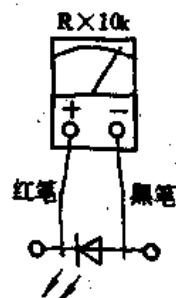

图6-32 万用表测量发光二极管好坏
(1) 测量正反向电阻。如图6-32所示，万用表拨至 $R\times 10k$ 档，若正向电阻低于 $50k\Omega$ 、反向电阻大于 $350k\Omega$ ，表明发光二极管是好的；若正反向电阻均为无穷大，表明发光二极管内部已开路；若正反向电阻均为零，表明发光二极管内部已击穿短路。测量正向电阻时，万用表黑表笔接的那个电极便是发光二极管的正极，另一端为负极。